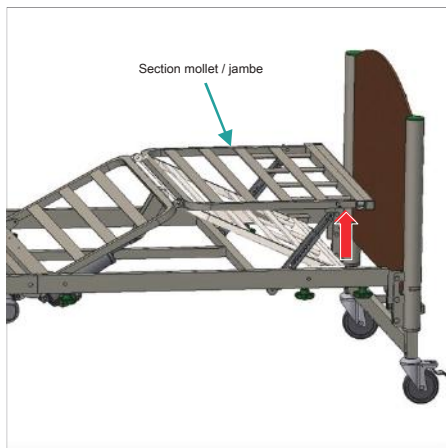

Figure 13: Relevage la section manuelle des mollets
- Pour diminuer l'angle de rupture du genou, soulevez manuellement la section mollet / jambe à la position souhaitée. La section mollet / jambe se verrouille automatiquement en place (**Figure 13**).